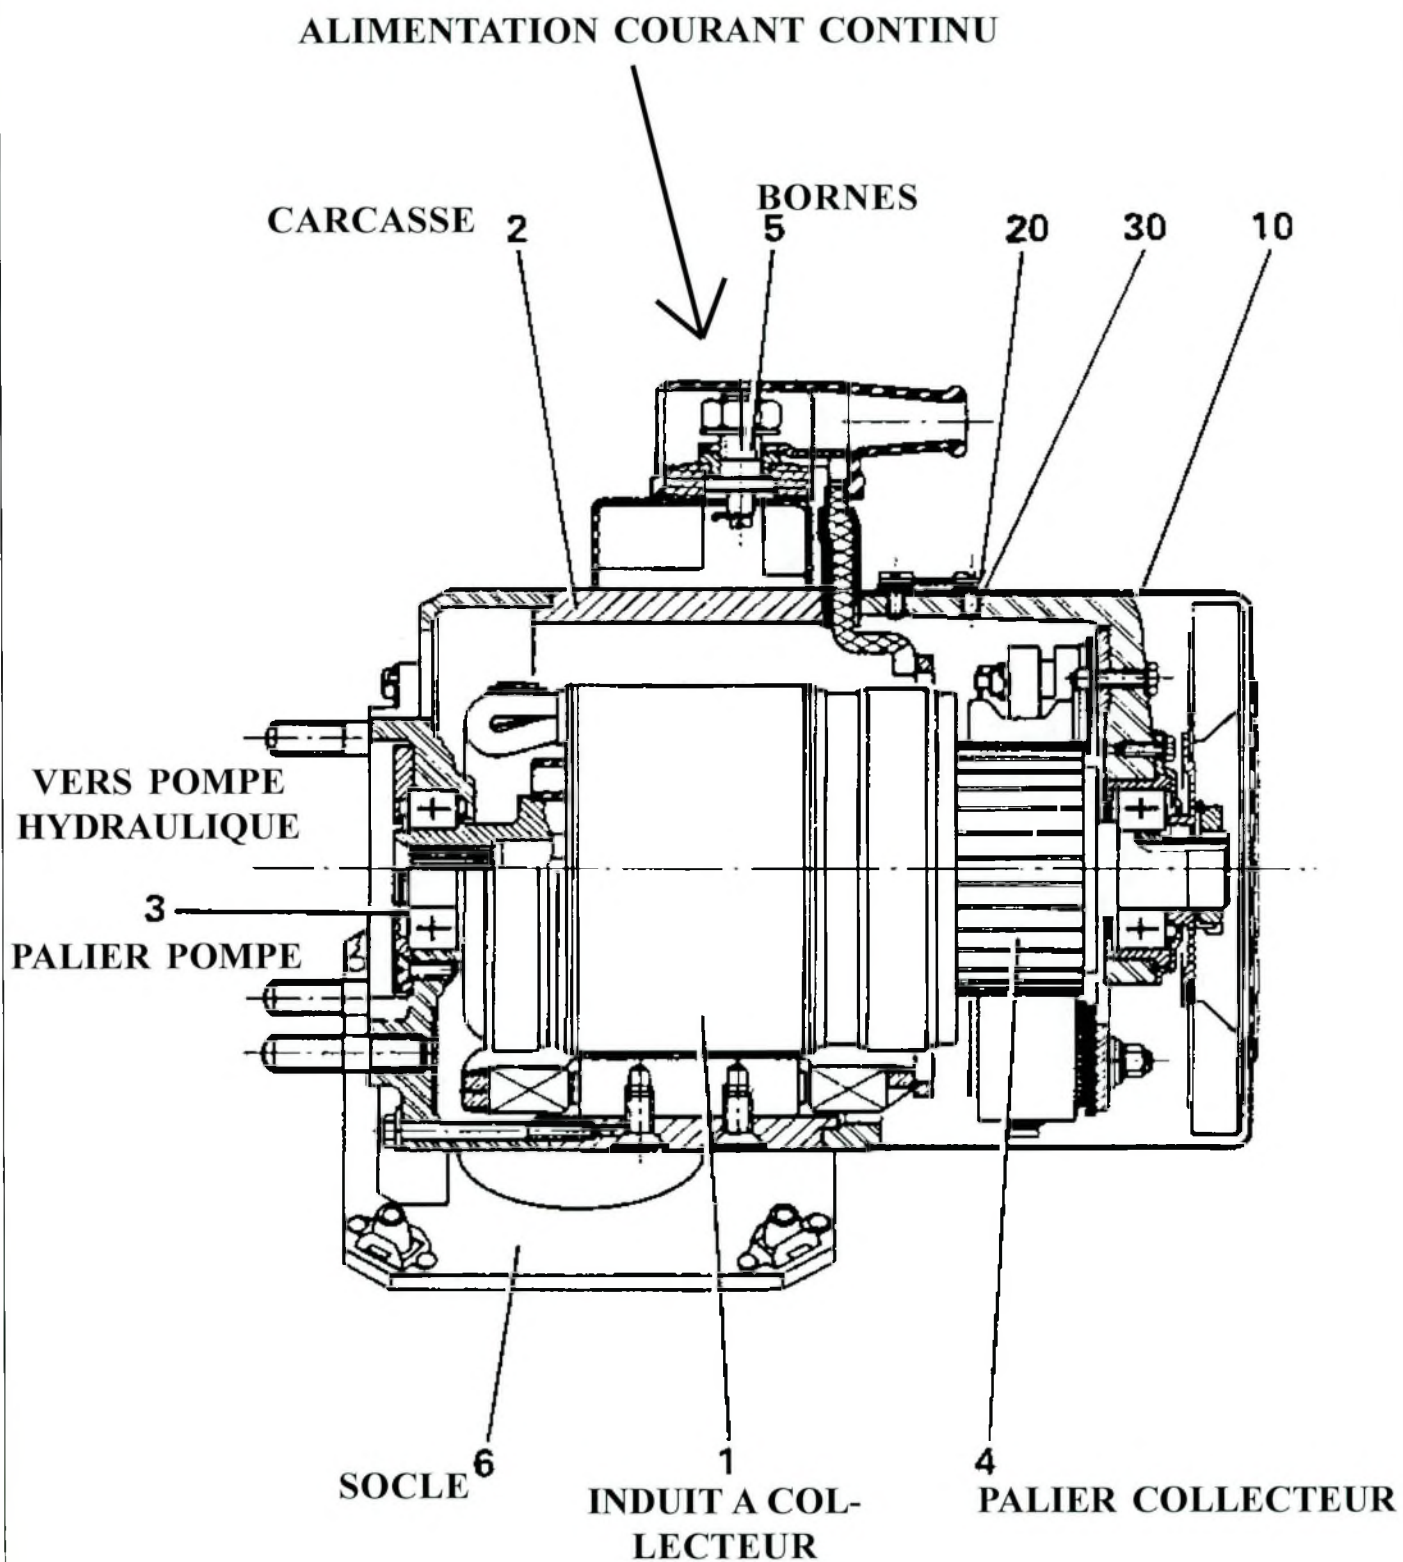

FIGURE 1 : DESCRIPTION DU MOTEUR
- 1) Le plan de masse (sous le socle socle 6, figure 1) et les bornes d'alimentation du moteur.